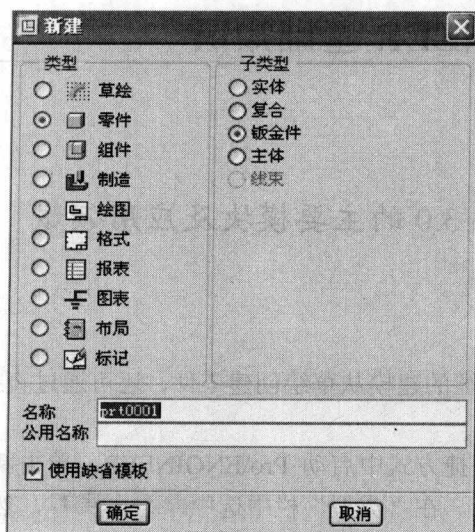

图 1-2 钣金件新建对话框
(1) 单击新建图标，系统弹出“新建”对话框，如图 1-2 所示。在“类型”栏中选中“零件”，然后在“子类型”中选择钣金件。
(2) 单击对话框底部的“确定”按钮，进入钣金设计模式。